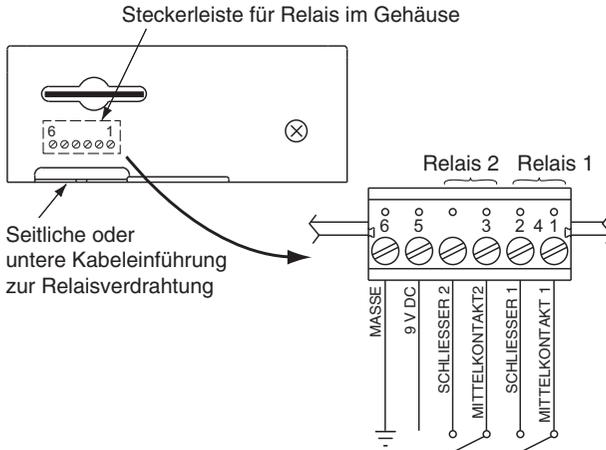

Abbildung 2.6 Relaisanschlüsse
Das Gehäuse sollte geerdet werden, zum Beispiel durch ein Erdungskabel an den Massekontakt der Relais-Steckerleiste, siehe Abbildung 2.6.
- Zum Verdrahten der Relais-Steckerleiste. (S. **Abbildung 2.6**)